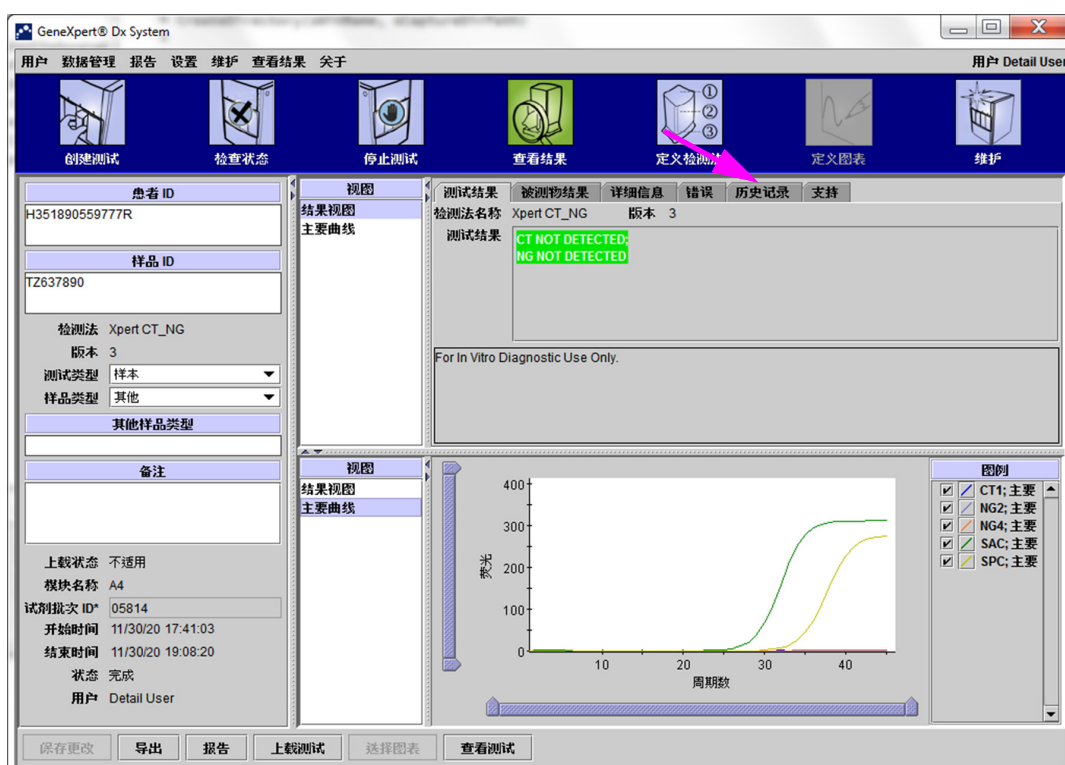
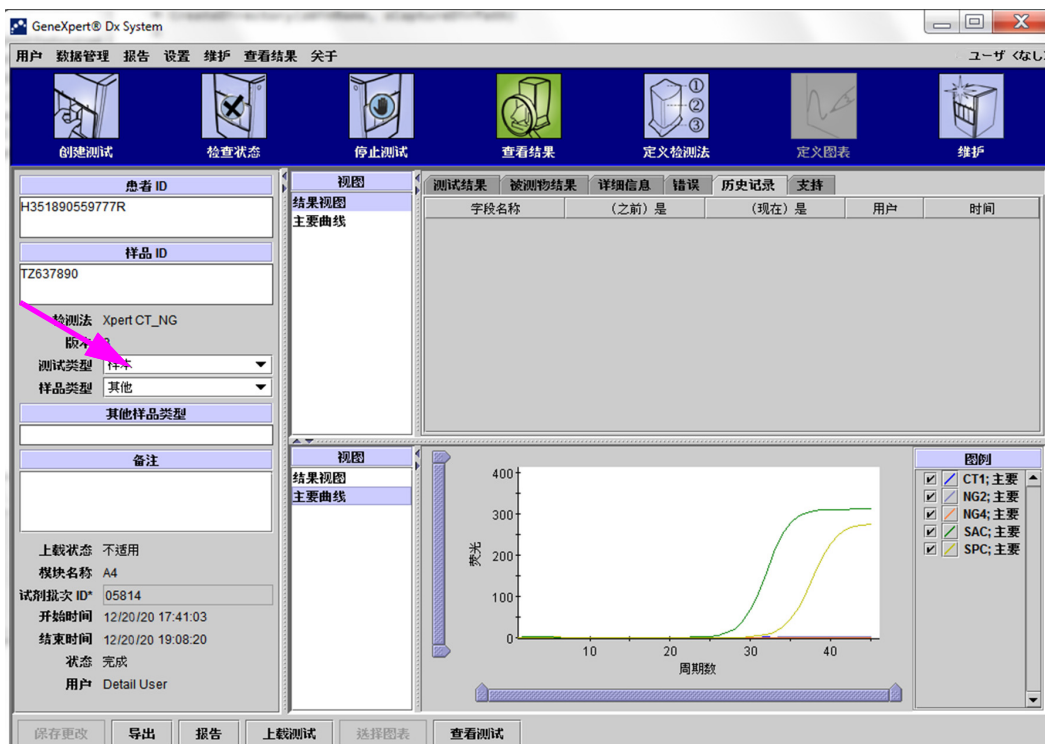

图 5-48. GeneXpert Dx System, “查看结果”窗口 — (Detail 用户和管理员视图)
图 5-49. GeneXpert Dx “查看结果”窗口, 已选择“历史记录”选项卡
- 2. 单击“查看结果”屏幕中的**历史记录**选项卡（参见图 5-48）。此时出现**历史记录**选项卡，显示没有对测试做任何更改。参见图 5-49。